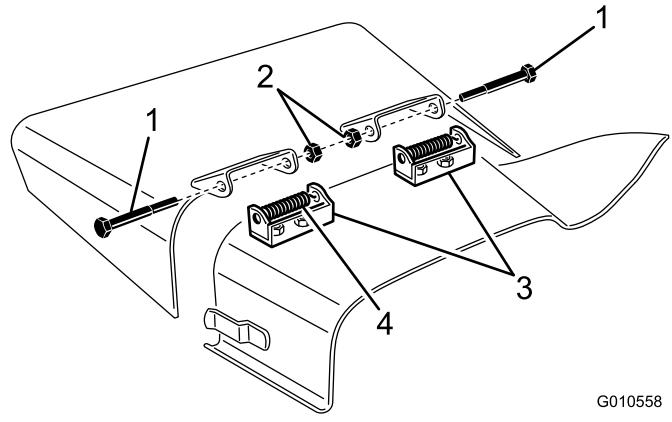

Bild 29
5. Entfernen Sie die Schlossschrauben und die Muttern, um die Schwenkhalterung abzunehmen (Bild 29).
4. Entfernen Sie die zwei Kopfschrauben, Sicherungsmuttern und Federn, mit denen die Befestigungen des Ablenkblechs an den Schwenkhalterungen befestigt sind (Bild 29).